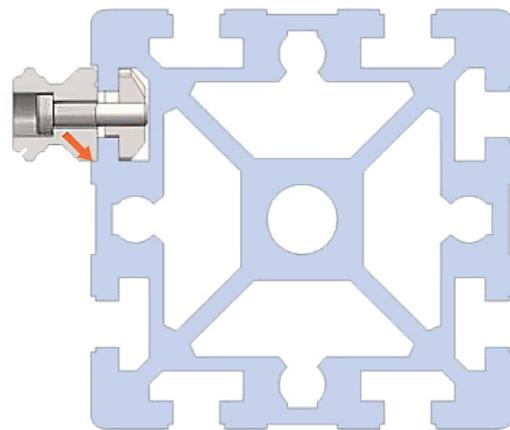

Bild 9: Montage Linearführung an Anschlagkante
- Linearführung **26** mit Zylinderschrauben M5x20 **CB** (Heavy Gantry: M5x18 **CA**) und Hammermuttern **G1** am Alu-Profil **36** verschrauben; dabei muss die in Bild 9 mit einem roten Pfeil markierte Bezugskante der Linearführung auf ganzer Länge an der gefrästen Anschlagkante des Alu-Profiles anliegen.